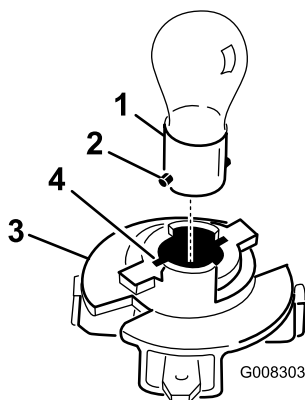

Bild 32
8. Drücken Sie die Birne hinein, drehen Sie sie entgegen dem Uhrzeigersinn bis zum Anschlag (ca. 1/4 Umdrehung) und nehmen Sie sie aus der Birnenfassung heraus (Bild 32).
1. Richten Sie die Metallstifte am Birnensockel mit den Schlitzlöchern in der Birnenfassung aus und setzen Sie den Sockel in die Fassung (Bild 32).